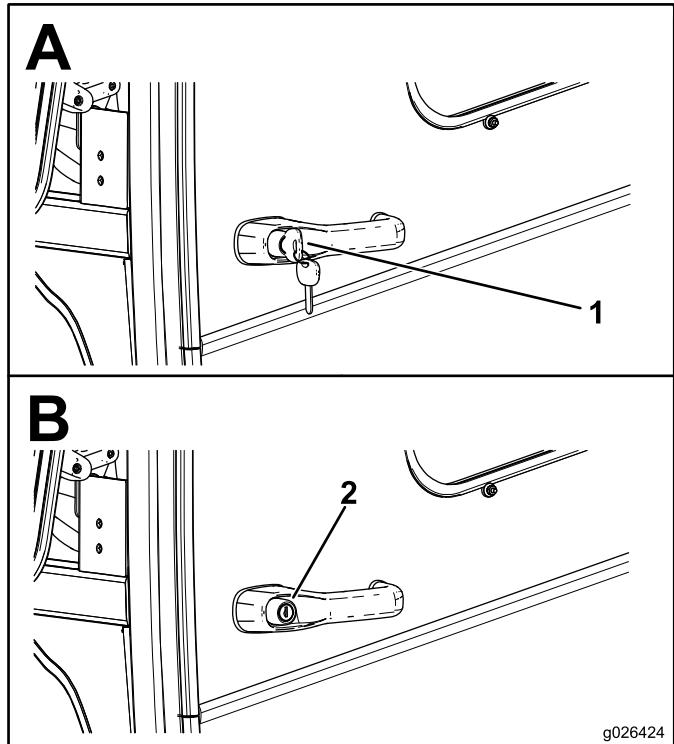

Bild 10
1. Stecken Sie den Schlüssel in die Öffnung im Griff, wenn die Tür abgeschlossen ist, und drehen Sie den Schlüssel auf die Stellung „Geöffnet“ (Bild 10).
2. Drücken Sie den Knopf auf dem Griff und öffnen Sie die Tür (Bild 10).